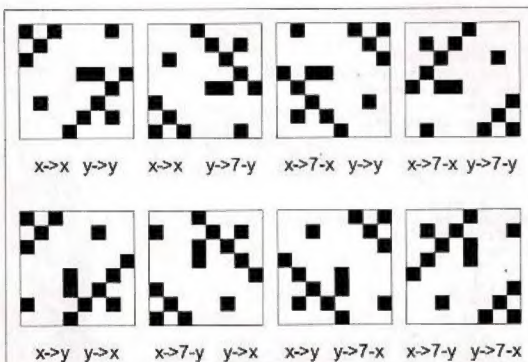

Figure 1
- on travaille avec 8 transformations possibles pour un bloc - symétrie et miroir (figure 1).
Dans la nature, les signaux sont sous forme de vibrations, c'est à dire que pour se propager, un signal déforme (localement) son support autour de la position d'équilibre. Un son déforme l'air qui le propage (la pression atmosphérique locale), un signal électrique déforme le conducteur par lequel il passe (la densité locale d'électrons), la lumière déforme l'espace où elle voyage (le champ électro-magnétique local). On représente un signal par l'amplitude de la déformation (en ordonnée) qu'il occasionne en fonction du temps (en abscisse) ; on l'appelle "représentation temps-amplitude" (cf. figure 1).